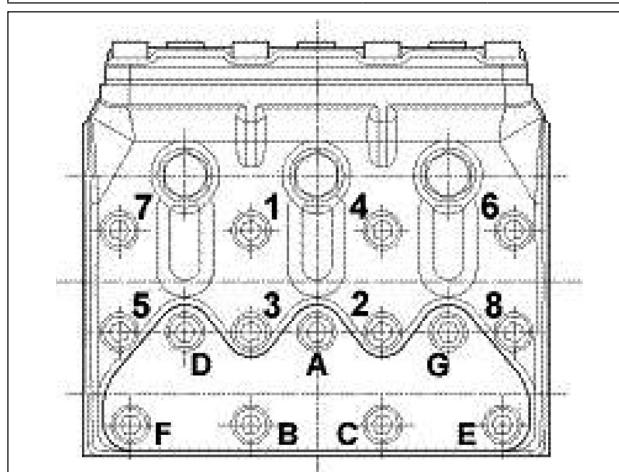

Fig. 24
** Os parafusos de fixação do cabeçote pos. de explosão 39 (65-KFR) devem ser apertados com chave dinamométrica, lubrificando a haste rosqueada, respeitando a ordem relacionada no esquema da Fig. 24.
*** Os parafusos de fixação das tampas da válvula da pos. de explosão 40 (61-KFR) devem ser apertados com chave dinamométrica, lubrificando a haste rosqueada, respeitando a ordem relacionada no esquema da Fig. 24.